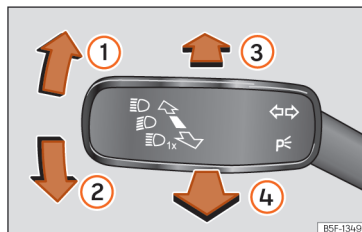

Fig. 104 Manípulo dos indicadores de direção e dos máximos.
- A partir da posição base, pressione para a frente o manípulo dos indicadores de direção e de máximos >>> **Fig. 104** .
- **OU:** se o assistente de máximos estiver ligado, puxe para trás o manípulo dos indicadores de direção e de máximos **>>> Fig. 104 .**